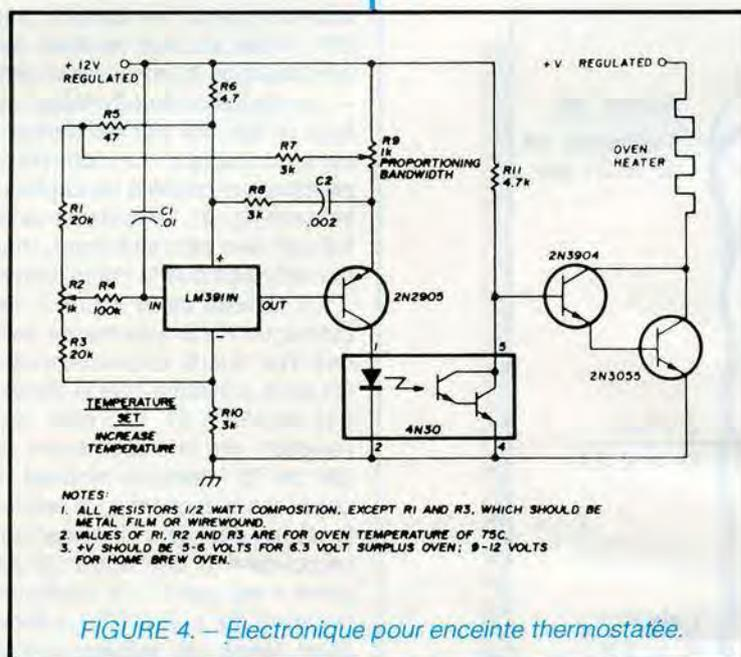

FIGURE 4. – *Electronique pour enceinte thermostatée.*
- La régulation électronique. Le chauffage se fait, soit par résistance, soit par semi-conducteur. Le contrôle de température est confié à un capteur spécialisé (voir fig. 4). Le système ainsi constitué est bien plus séduisant, mais guère plus efficace que le banal thermostat.